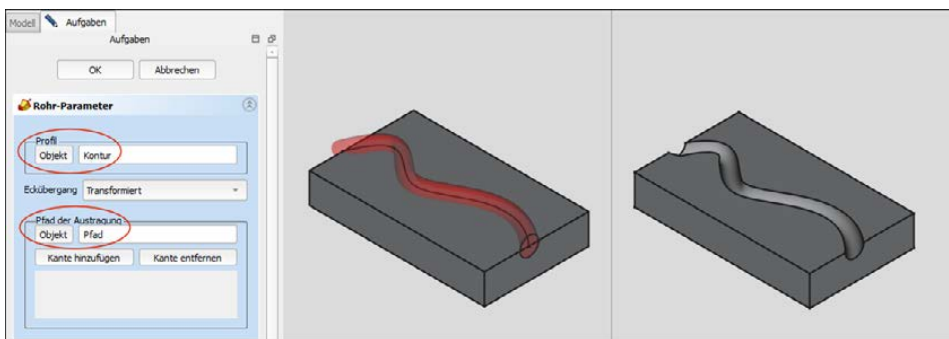

Abbildung 5.25: Das Rohr in der Voransicht und fertig
3. Bei den Rohr-Parametern im Register *Aufgaben* sehen Sie im Feld *Profil* die vorher markierte Skizze *Kontur*. Klicken Sie im Bereich *Pfad der Austragung* auf das Feld *Objekt* und klicken Sie die Skizze *Pfad* im Modell an. Das Rohr erscheint in der Voransicht (siehe Abbildung 5.25) und wird mit *OK* ausgeführt. Die Lösung finden Sie auch in der Datei Lösung-05-11.FCStd.